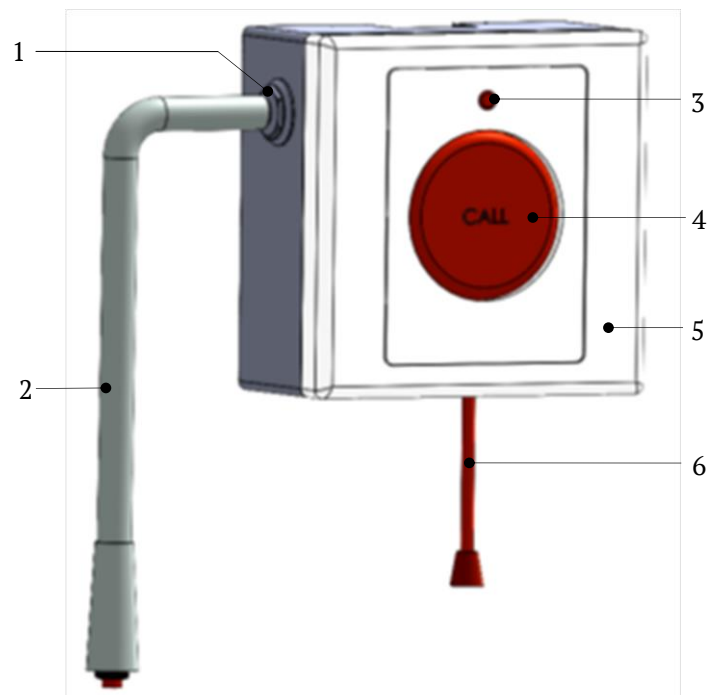

Рисунок 3 – Вызывной сигнализатор, где:
7.5 Снять панель (5) (далее – см. рисунок 3). Открутить винты крепления и снять панель, на которой установлены кнопка (4) и индикаторы вызова ВС (3).
7.10 При необходимости подключите выносную кнопку вызова (2) (см. рисунок 3).